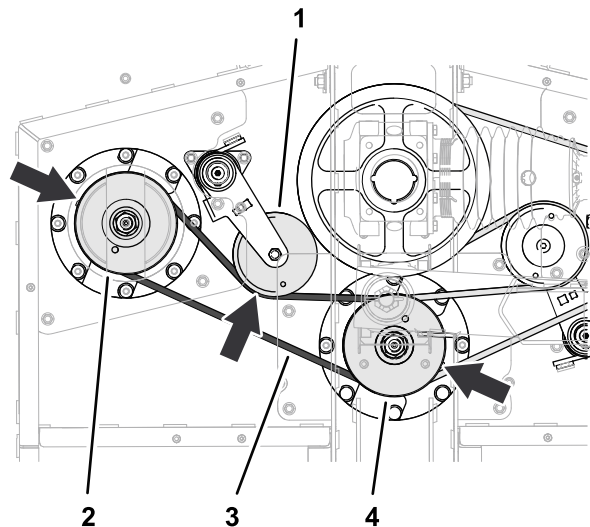

Bild 67
1. Führen Sie den kurzen Riemen um die Riemenscheibe der linken Spindel und die untere Nut der Riemenscheibe der mittleren Spindel (**Bild 67**).
Uhrzeigersinn und ziehen Sie den Riemen auf die Spannscheibe auf (Bild 67).